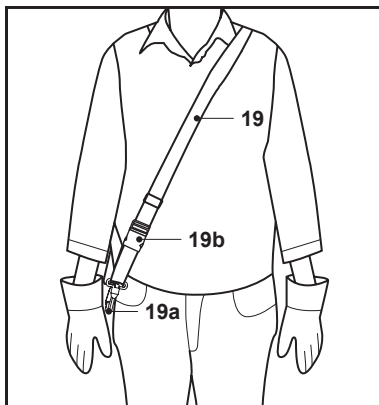

Fig. 12
1. Positionner le harnais (19) en le faisant passer sur l'épaule gauche et en diagonale sur la poitrine et dans le dos. Le clip de fixation (19a) doit être situé au niveau de la hanche droite. Le mécanisme de déblocage rapide (19b) doit se trouver à l'avant (Fig. 12).